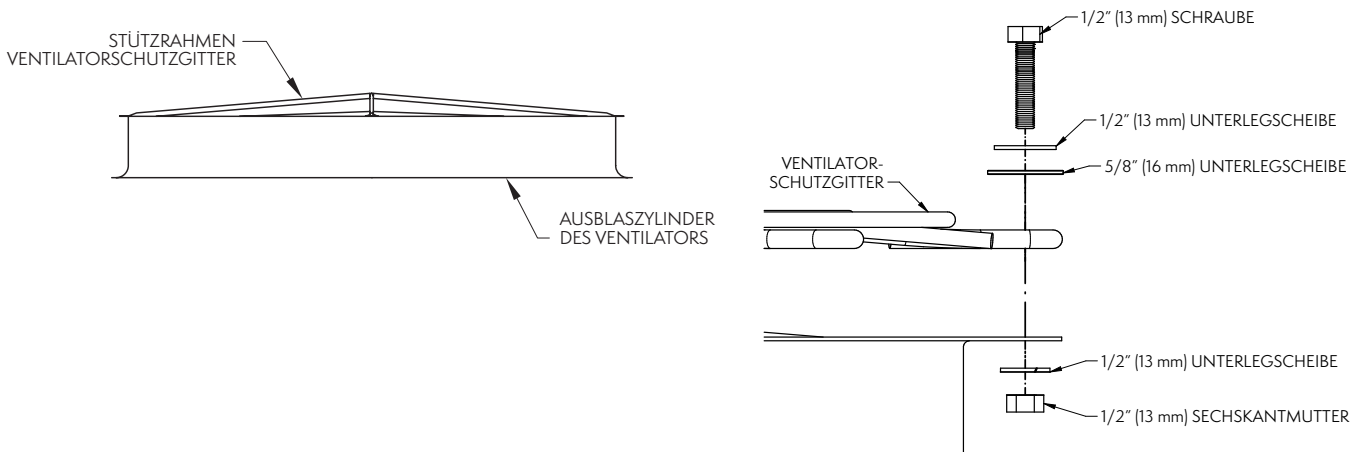

Abb. 24 – Zusammenbau von Stützrahmen und Ventilatorschutzgitter
1. Platzieren Sie den Stützrahmen für das Ventilator-Schutzgitter oben auf dem Ausblaszylinders (wie in **Abb. 24** dargestellt).
4. Nutzen Sie jede Bohrung für die Befestigung des Schutzgitters am Ausblaszylinder (wie in **Abb. 24** dargestellt). Verschrauben Sie die Gitter und den Stützrahmen an den vier* Auflagepunkten auf dem Ausblaszylinder.